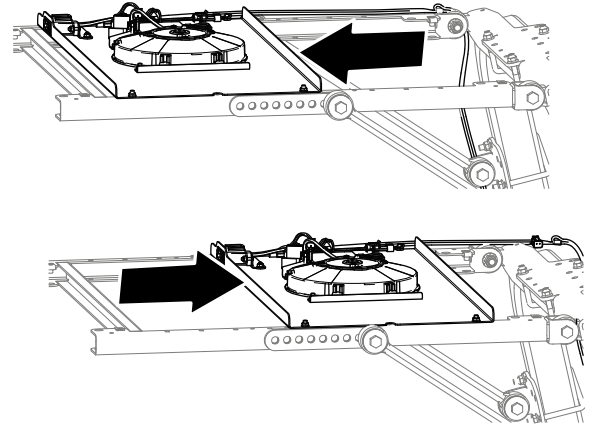

Figura 13
- C. Spostate il pannello dell'interruttore avanti o indietro (Figura 13) per allineare la ventola nella posizione scelta nel passaggio 3.